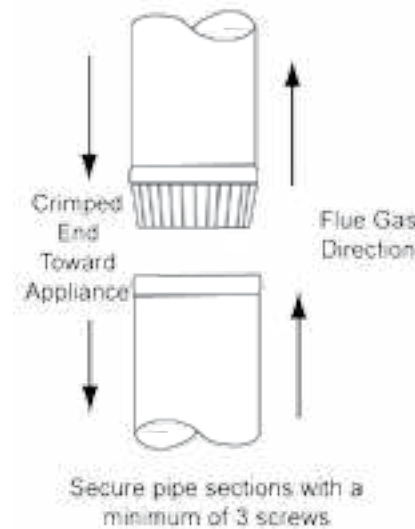

Fig 3
- Chaque section de connecteur doit être orienté avec le pointage d'extrémité mâle (serti) vers le poêle. Voir La figure 3.